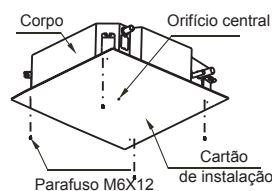

Fig. 5-8
- 2 Após instalar o corpo, apertar o cartão de instalação no ar condicionado com os parafusos (M6X12) para determinar antecipadamente as dimensões e posições da abertura do orifício no teto. (Consultar fig.5-8)